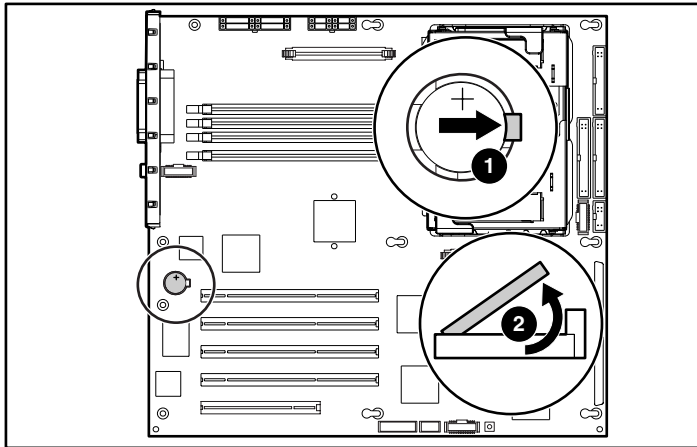

Figura 3-42: Remoção da bateria da placa de sistema
2. Localize a bateria na placa de sistema. Consulte a seção figura 3-42 para ver a localização da bateria.